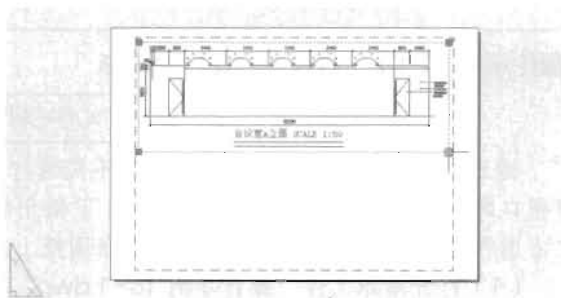

图 16-41
(5) 先单击矩形框，将其选中，再单击矩形框的夹点，移动夹点调整好矩形框的位置和大小，如图 16-41 所示。